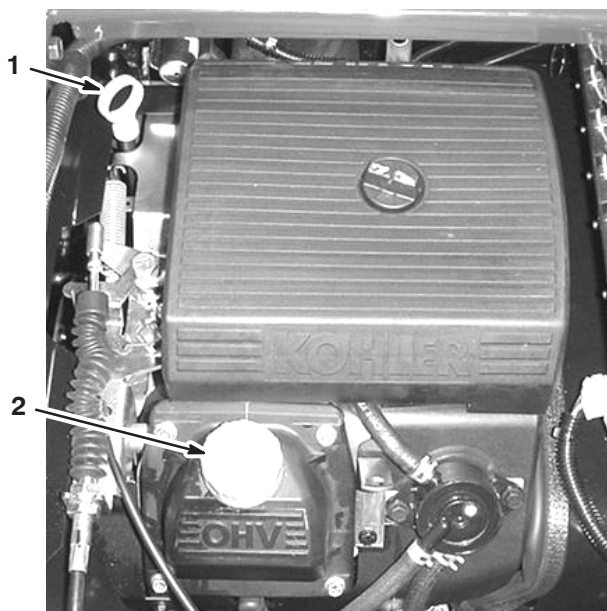

Figure 5
2. Retirez la jauge et essuyez-la sur un chiffon propre (Fig. 5). Remettez la jauge dans le tube en vérifiant qu'elle est enfoncée au maximum. Sortez de nouveau la jauge et vérifiez le niveau d'huile.
3. Si le niveau d'huile est bas, retirez le bouchon de remplissage du couvre-culasse (Fig. 5) et ajoutez la quantité d'huile nécessaire pour amener le niveau au repère maximum sur la jauge. Reportez-vous à la section Vidange de l'huile moteur et remplacement du filtre, page 33, pour connaître le type d'huile et la viscosité qui conviennent. Versez l'huile lentement et vérifiez souvent le niveau durant la procédure. **Ne remplissez pas excessivement.**